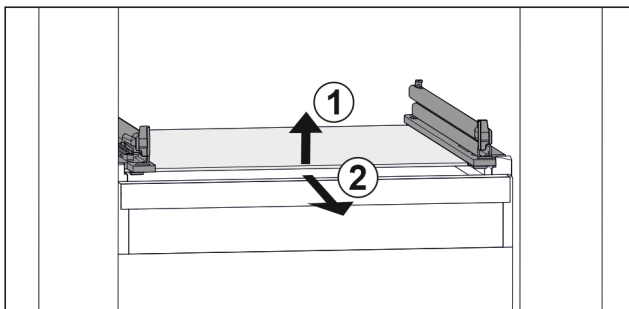

Fig. 53 Ilustración ejemplar de la placa de cristal
- Levante la placa de cristal por la parte delantera. Fig. 53 (1)
- Extráigala hacia delante. Fig. 53 (2)